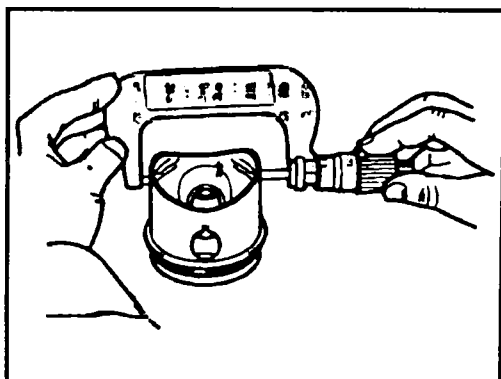

Рис. 2.40 Измерение диаметра поршня
Размер расточки цилиндра вычисляется следующим образом: измерьте диаметр нового поршня на расстоянии 10 мм (двигатели VR6 - 6 мм) от нижнего края юбки в плоскости перпендикулярной к оси отверстия поршневого пальца (см. рис. 2.40). К этому размеру добавьте рабочий зазор поршня в цилиндре 0,05 мм и отнимите величину на окончательное хонингование - 0,02 мм.
- ◆ Для определения зазоров поршней в цилиндрах измерьте диаметры поршней (см. рис. 2.40) и запишите их, а затем измерьте диаметры отверстий цилиндров следующим способом: